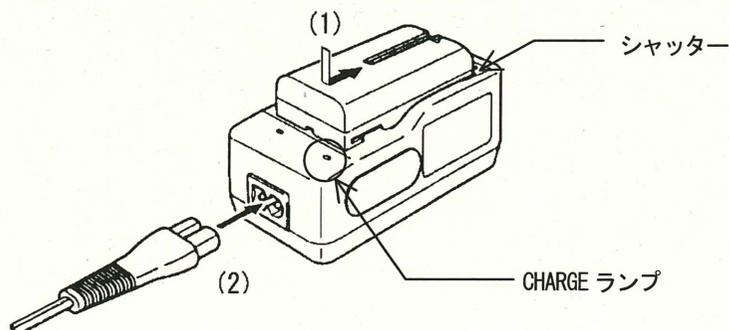

図3-23 充電器
(1) 充電器使用方法
a) 充電器にバッテリーパックを取り付ける (図3-23-(1)参照)
(図3-23-(2)参照)